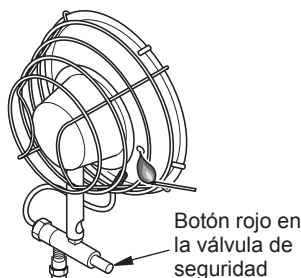

Figura 6 - Cómo encender el calentador utilizando un fósforo
2. Presione y libere el encendedor piezoeléctrico varias veces (quemador doble), o ponga un fósforo encendido cerca del elemento de calefacción (malla) del quemador que está encendido, utilizando el orificio ubicado a un costado del reflector. Consulte la figura 6.
3. Presione el botón rojo ubicado en la válvula de seguridad por donde pasa el gas al quemador (consulte la figura 6).